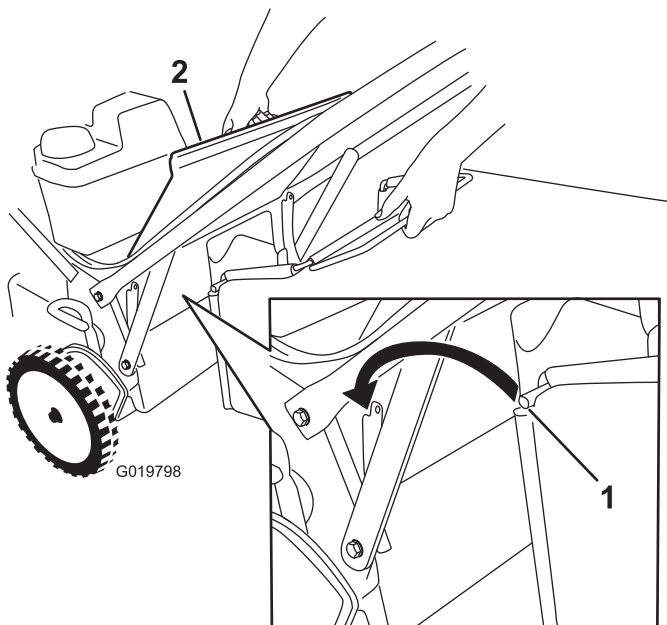

Bild 25
1. Heben Sie das hintere Ablenkblech an und halten Sie es hoch (Bild 25).
nach vorne und hinten, um sicherzustellen, dass die Stange richtig in den Kerben sitzt, siehe Bild 25.